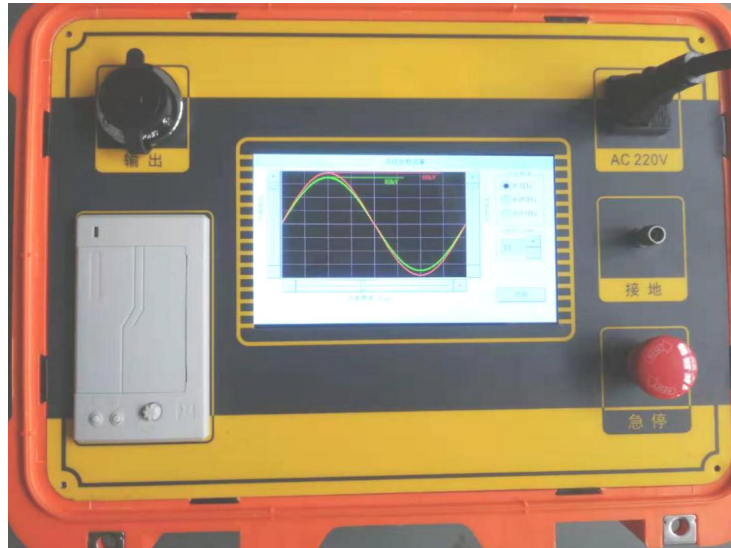

图 1 控制器面板示意图
- 1、控制器面板各部件布置如图 1 所示，各部件功能说明如下：